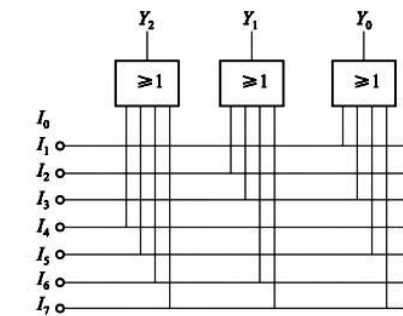

图 5-18 3 位二进制编码器逻辑电路图
(3) 3 位二进制编码器的逻辑电路图如图 5-18 所示。